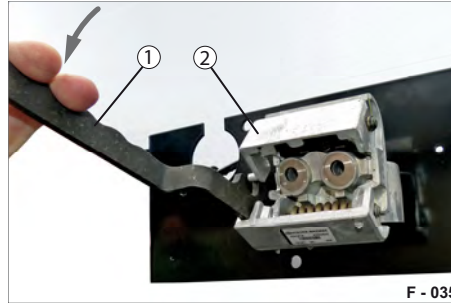
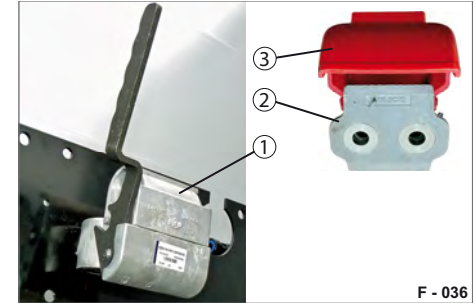

Abb. 11 Duo-Matic, angekuppelt
Abb. 12 Duo-Matic, abgekuppelt
- ▶ Drücken Sie den Handgriff (Abb. 11/1) der Duo-Matic Schnellkupplungsdose nach unten und schieben Sie den Kupplungskopf unter die geöffneten Schutzdeckel (Abb. 11/2) .
- ▶ Ziehen Sie den Handgriff (Abb. 11/1) der Duo-Matic Schnellkupplungsdose nach oben und ziehen Sie den Kupplungskopf (Abb. 12/2) unter dem Schutzdeckel (Abb. 11/2) hervor. Die Verbindung ist getrennt. Der Verschlussdeckel (Abb. 12/3) schließt den Kupplungskopf automatisch und schützt diese gegen Verschmutzung und Beschädigung.